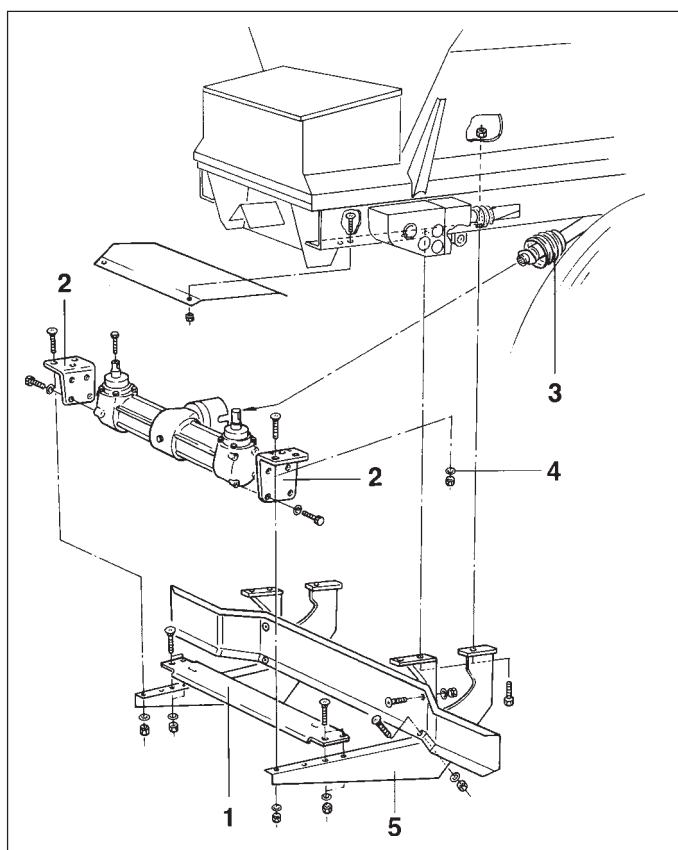

Рис. 6.3
- Осуществите монтаж универсального распределительного устройства, как показано на рис. 6.3.
Установите упор (рис. 6.3/1) рядом с несущими уголками (рис. 6.3/2) универсального распределительного устройства и туго затяните болтами.
Шайбу упора (рис. 6.3/4) прикрепите сбоку держателей универсального распределительного механизма и туго затяните.
- Насадите карданный вал вместе с обгонной муфтой (рис. 6.3/3) на соединительную часть вала отбора мощности распределительного устройства и проверьте на правильную арретировку.
- Упор (рис. 6.3/1) не откручивайте. Редуктор универсального распределительного устройства, при последующем монтаже, можно просто надвинуть до упора и закрепить.
- Половинки карданного вала (рис. 6.3/3), свободно свисающие под корпусом разбрасывателя, перед демонтажом, полностью снимите.